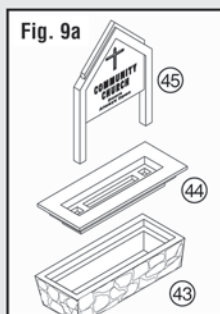

Fig. 9a
- Glue Base Insert (44) to Planter Base (43), then attach Sign (45) (Fig. 9a).